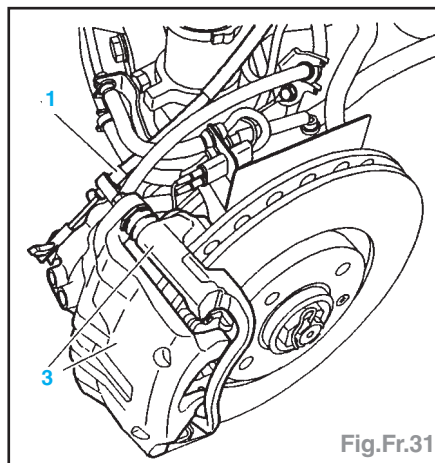

Fig.Fr.31
- Désaccoupler les câbles de frein de parking (1) de l'étrier de frein (3) (Fig.Fr.31).